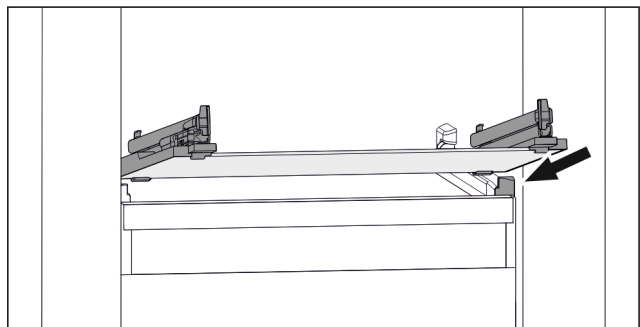

Fig. 141 Примерное отображение стеклянной пластины
- ▶ Наклоняя вниз, установите стеклянную пластину за стопоры. (см. Fig. 141)